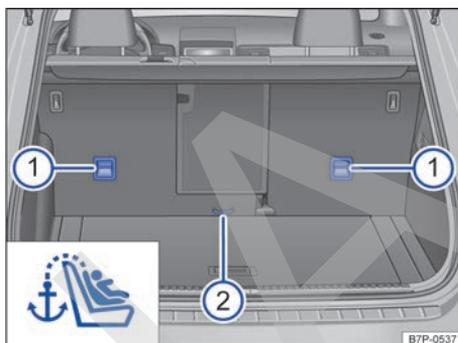

Fig. 100 Argollas de sujeción en la parte posterior del asiento trasero para fijar el cinturón de fijación superior.
- Guíe el cinturón de fijación superior del asiento para niños hacia atrás, en dirección al maletero, y engánchelo en la argolla de sujeción correspondiente situada en el respaldo del asiento trasero → fig. 100 ① o ②. En el caso de la argolla central ② hay que extraerla primero un poco.